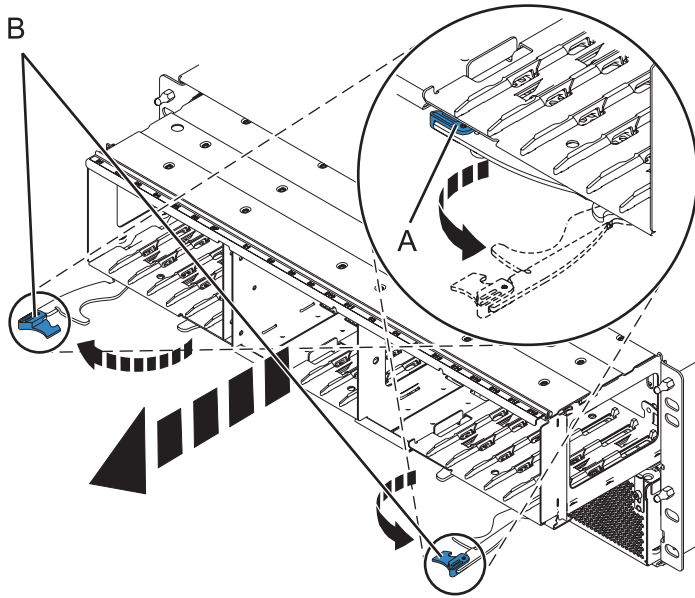

Figure 76. Retrait du fond de panier du boîtier
6. Retirez le fond de panier, comme illustré dans la figure 76, à la page 85.